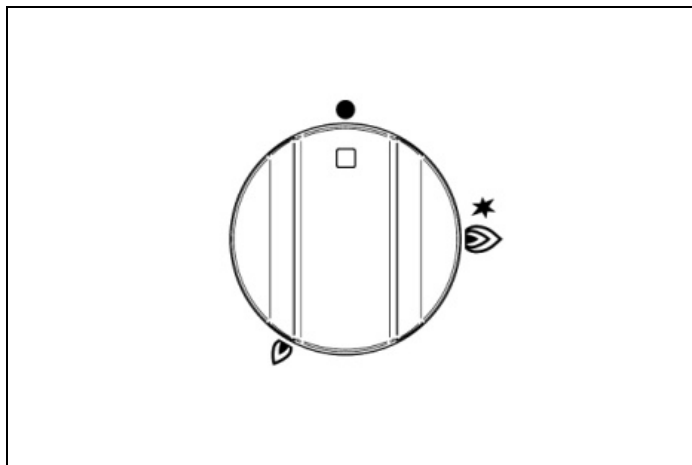
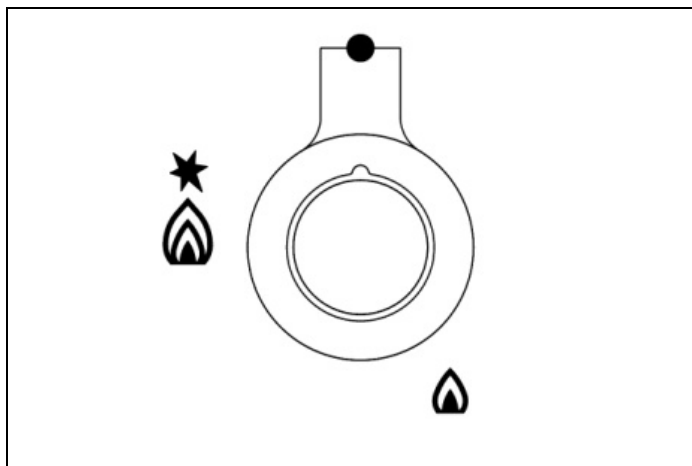

Fig. 16
Fig. 17
- Per accendere il bruciatore premere la manopola di controllo (Fig. 16 e Fig. 17) e girarla in senso antiorario, fino alla posizione di MASSIMO (fiamma grande).